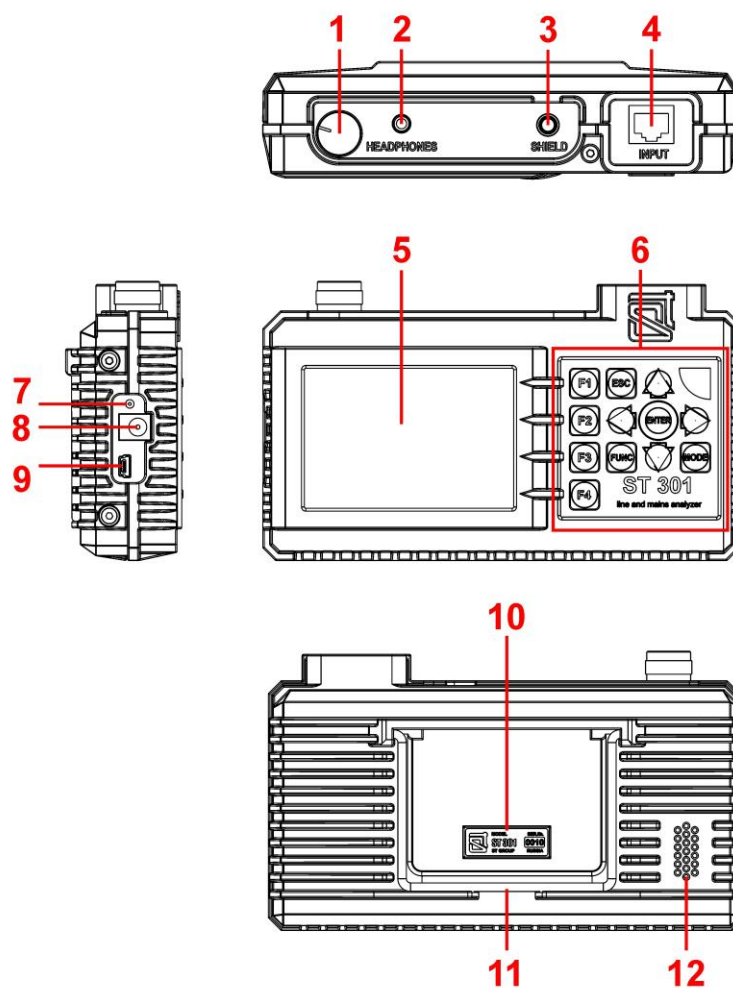

Рис.2
Внешний вид основного блока представлен на рис.2
**Цифрами на рис.2 обозначено:**
Автоматизированный и ручной режимы управления электронным коммутатором позволяют осуществлять подключение всех комбинаций пар проводов многопроводного кабеля к входному разъему RJ45 (рис.2, п.4). Управление коммутатором невозможно при проверке силовых линий.
Для этого необходимо вставить штекер зарядного устройства в разъем \(рис.2, п.8\) на боковой панели прибора и подключить зарядное устройство к сети 220 В/50 Гц.
Зарядка сопровождается красным свечением индикатора подключения зарядного устройства \(рис.2, п.7\) на боковой панели прибора. Время полной зарядки составляет не более 5 часов. По окончании зарядки индикатор изменит свечение с красного цвета на зеленый.